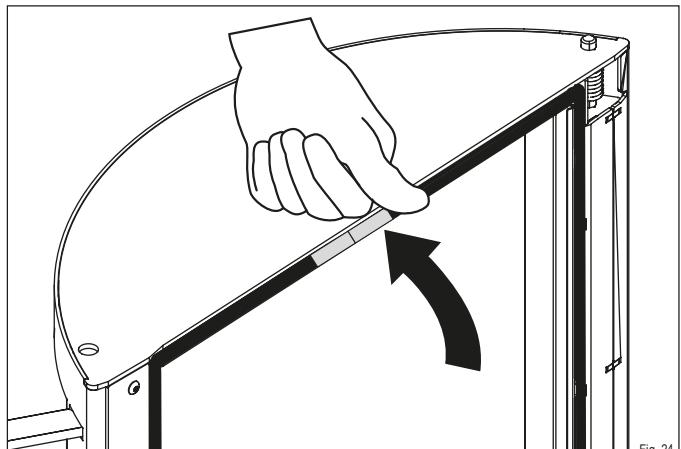

Fig. 24
- ▶ Enveloppez également l'extrémité avec du ruban de cuivre (Fig. 24) et appuyez sur le joint dans le guide (Fig. 24).